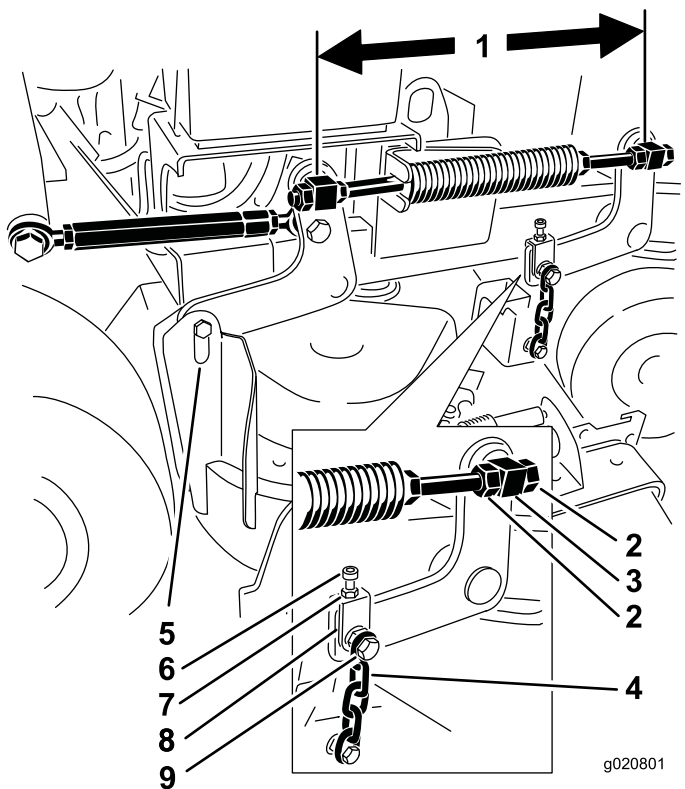

Figure 80
1. Contrôlez la distance entre les centres des pivots (entraxe) sur chaque tige filetée (Figure 80).
2. Desserrez les écrous de blocage du pivot **avant** (Figure 80).
4. Resserrez les écrous de blocage du pivot **avant** (Figure 80).
6. Si un réglage est nécessaire, desserrez le boulon de chaîne supérieur (Figure 80).
6. Resserrez les écrous de blocage sur les pivots avant gauche et droit (Figure 80).
4. Desserrez les écrous de blocage sur les pivots avant gauche et droit (Figure 80).
4. Desserrez les écrous de blocage du pivot avant gauche (Figure 80).
6. Resserrez les écrous de blocage du pivot avant gauche (Figure 80).
5. Desserrez les boulons de chaîne supérieurs (Figure 80).
6. Desserrez les écrous de blocage sur chaque chape (Figure 80).
8. Resserrez les écrous de blocage et les boulons de chaîne supérieurs (Figure 80).